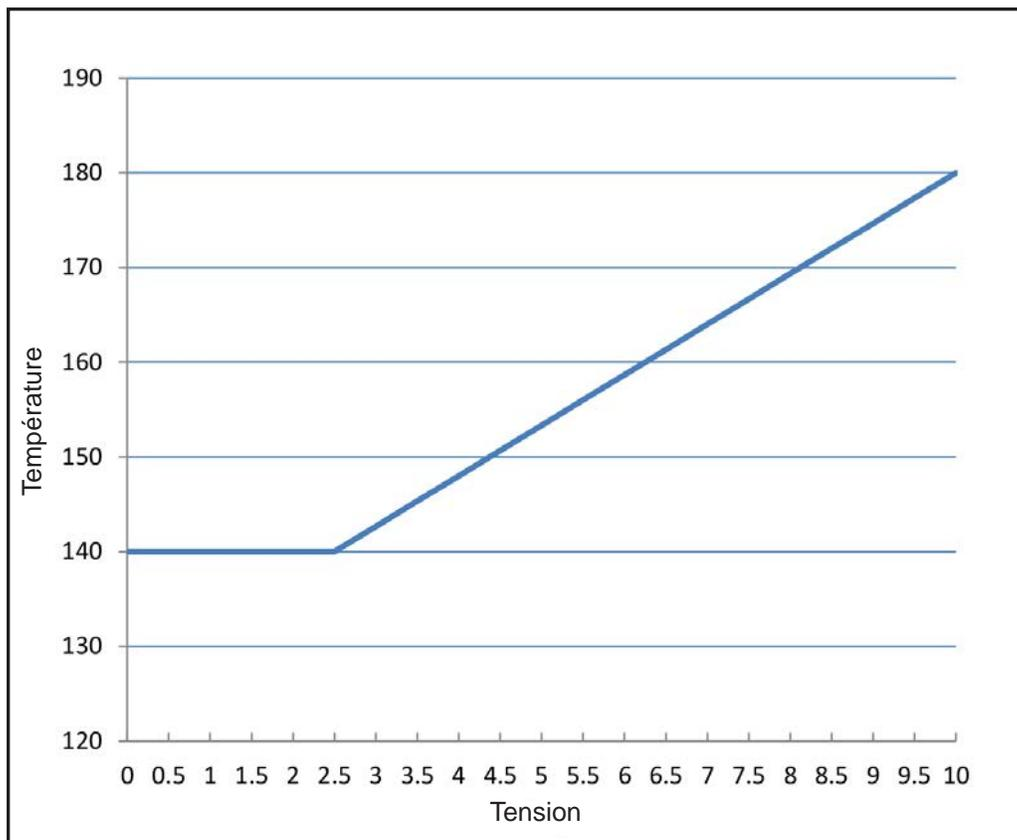

Figure 46. Exemple de point de consigne externe
- L'utilisation des valeurs par défaut du Point de consigne max. (82 °C/180 °F), Point de consigne min. (60 °C/140 °F), Demande min. (2,5 V CC), Demande max. (10,0 V CC), l'appareil produit la courbe de point de consigne illustrée dans la **Figure 46**.